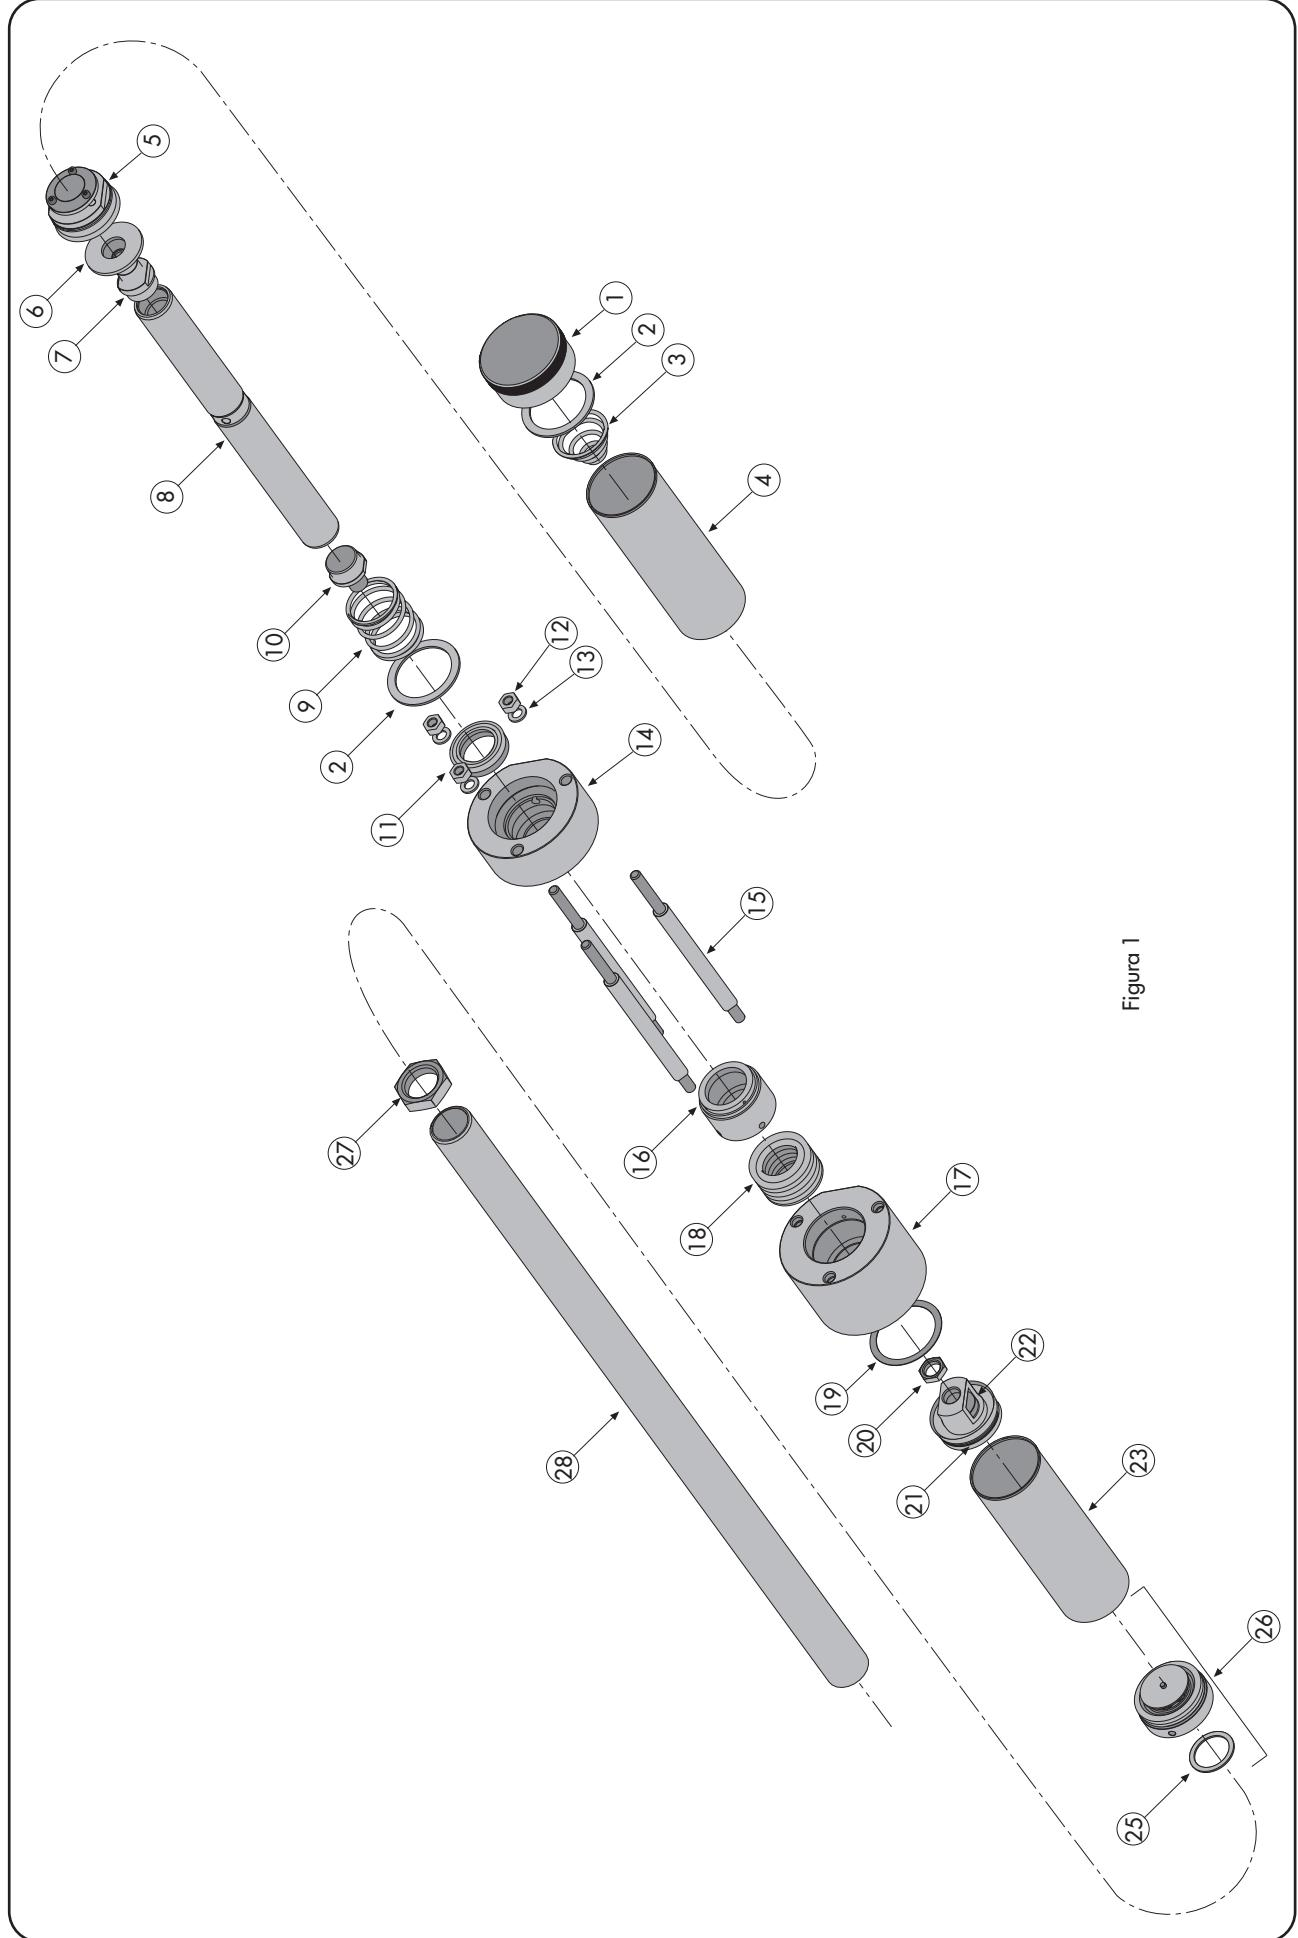

Figura 1
- 7 Verificar y engrasar todos los días si es necesario a través del engrasador (Nº18 figura-1) para
- 8 Cada vez que se produzca una fuga por el prensaestopas (Nº16 figura-1), se deberá reapretar el mismo con las varillas especiales suministradas a tal fin, con el equipo siempre bombeando en purga (sin presión). El grado de apriete es hasta conseguir eliminar la fuga. En estos momentos reapretaremos un cuarto de vuelta más.
- 2 Desmontar el tubo de aspiración (28) o la bomba de su soporte.
- 3 Desmontar conjunto válvula de absorción inferior (Nº26 figura-1). Colocar la nueva válvula inferior.
- 3 Desmontar cilindro hidráulico (Nº23 figura-1).
- 4 Desenroscar la válvula (Nº22 figura-1).
- 5 Colocar la nueva válvula (Nº22 figura-1) inmovilizando con una llave.
- 6 Colocar de nuevo el cilindro hidráulico (Nº23 figura-1)
- 5 Desatornillartuerca (Nº12 figura-1) Extraigaelconjunto cuerpo superior hidráulico de prensaestopas (Nº17 figura-1).
- 6 Extraer prensaestopas (Nº16 figura-1) de cuerpo hidráulico (Nº17 figura-1)
- 7 Extraer empaquetaduras (Nº18 figura-1).
- 9 Colocarpresaestopas(Nº16 figura-1)yapretarlocon la mano hasta que haga tope.
- 10 Colocarelcuerpo hidráulico superior (Nº17 figura-1) orientándolo de forma correcta. Colocarlas arandelas (Nº13 figura-1) y lastuercasdeamarre(Nº12 figura-1).
Engrasar previamente el extremo inferior del eje neumático (Nº8 figura-1) para no deteriorar las juntas en el montaje.
- 11 Colocar la junta de cierre (Nº19 figura-1).
- 12 Colocar la nueva válvula de pistón (Nº22 figura-1) orientando el labio hacia arriba.
- 13 Colocarcilindro hidráulico(Nº23 figura-1) engrasando previamente el conodeentrada y la parte exterior de la junta de pistón para favorecer el montaje.
- 3 Desenroscarelapónsuperior(Nº1 figura-1) delcilindro neumático.
- 4 Desmontar el cilindro neumático (Nº4 figura-1).
- 5 Desmontareldistribuidorneumático (Nº5 figura-1). Inmovilizar si es necesario el eje (Nº8 figura-1) por medio de las varillas prensaestopas introduciéndolas en los orificios de escape de aire del propio eje neumático .
- 6 Colocarel nuevo distribuidorneumático (Nº5 figura-1). Inmovilizarelejesiesnecesariodelaformadescrita en el apartado anterior.
- 7 Colocar el cilindro neumático (Nº4 figura-1) engrasando previamente el cono del extremo para favorecer el montaje a través del distribuidor neumático.
- 8 Colocareltapónsuperior(Nº1 figura-1) delcilindro neumático.